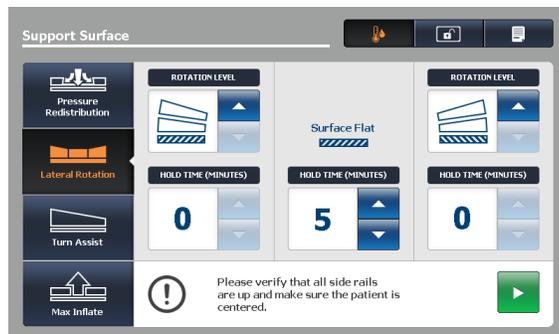

Figure 50 : Écran de rotation latérale
2. Ajuster les sélections de la rotation latérale selon les besoins (Figure 50 à la page 69):